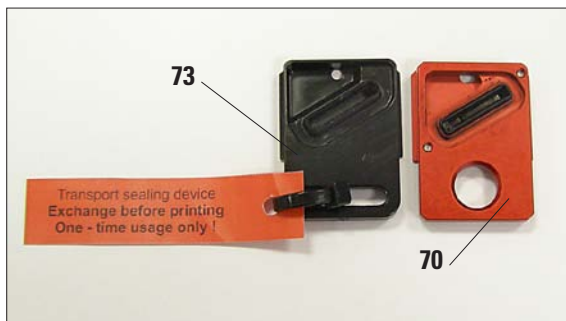

図 38
- レバー（69）を持ち上げ、黒の搬送プレート（73）を取り外し、印字に必要なロケーションプレート（70）を挿入します（図 38）。